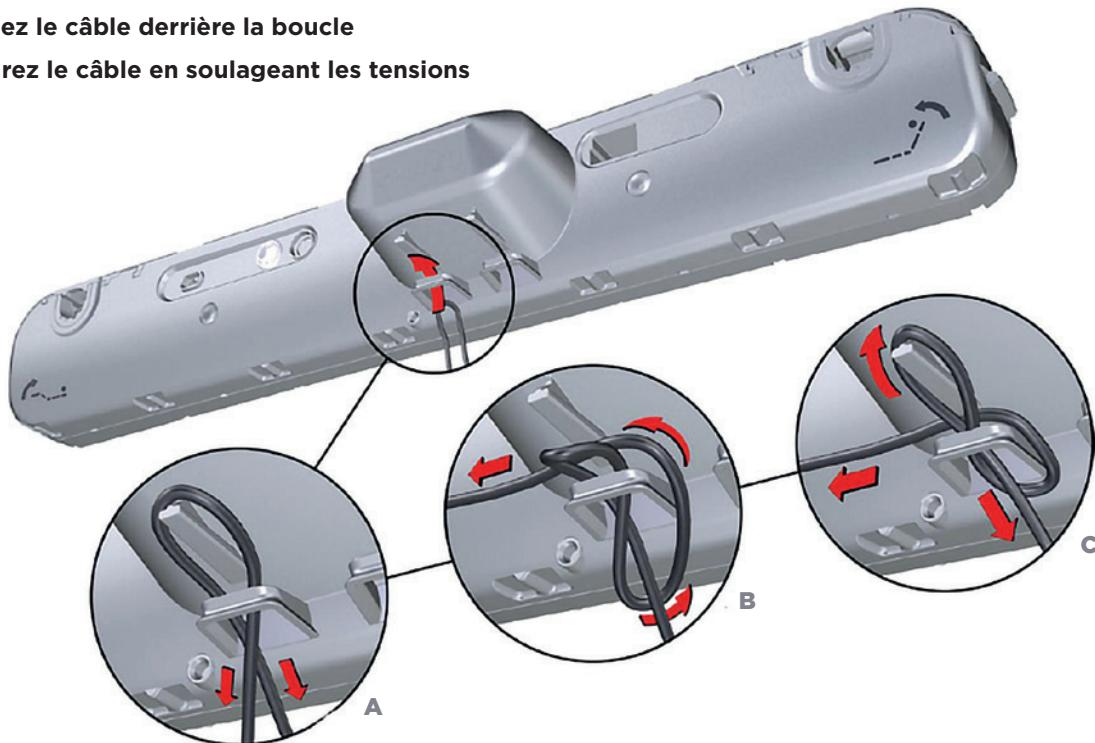

Figure 6. Raccordement du câble avec le moteur au travers du dispositif de soulagement de tensions. Transformateur PD15
2. POUSSEZ LE CÂBLE DANS UNE BOUCLE AU TRAVERS DU SOULAGEMENT DE TENSION (COMME ILLUSTRÉ SUR LA FIGURE 6).
3. PASSEZ D'ABORD LE CÂBLE DROIT EN-DESSOUS DU CÂBLE GAUCHE PUIS PAR DERRIÈRE ET AU TRAVERS DE LA BOUCLE (COMME ILLUSTRÉ AU POINT B SUR LA FIGURE 6).
4. PLACEZ LA BOUCLE SUR LE CONNECTEUR DANS L'UNITÉ ET TIREZ-LA LÉGÈREMENT VERS L'ARRIÈRE (COMME ILLUSTRÉ AU POINT C SUR LA FIGURE 6).